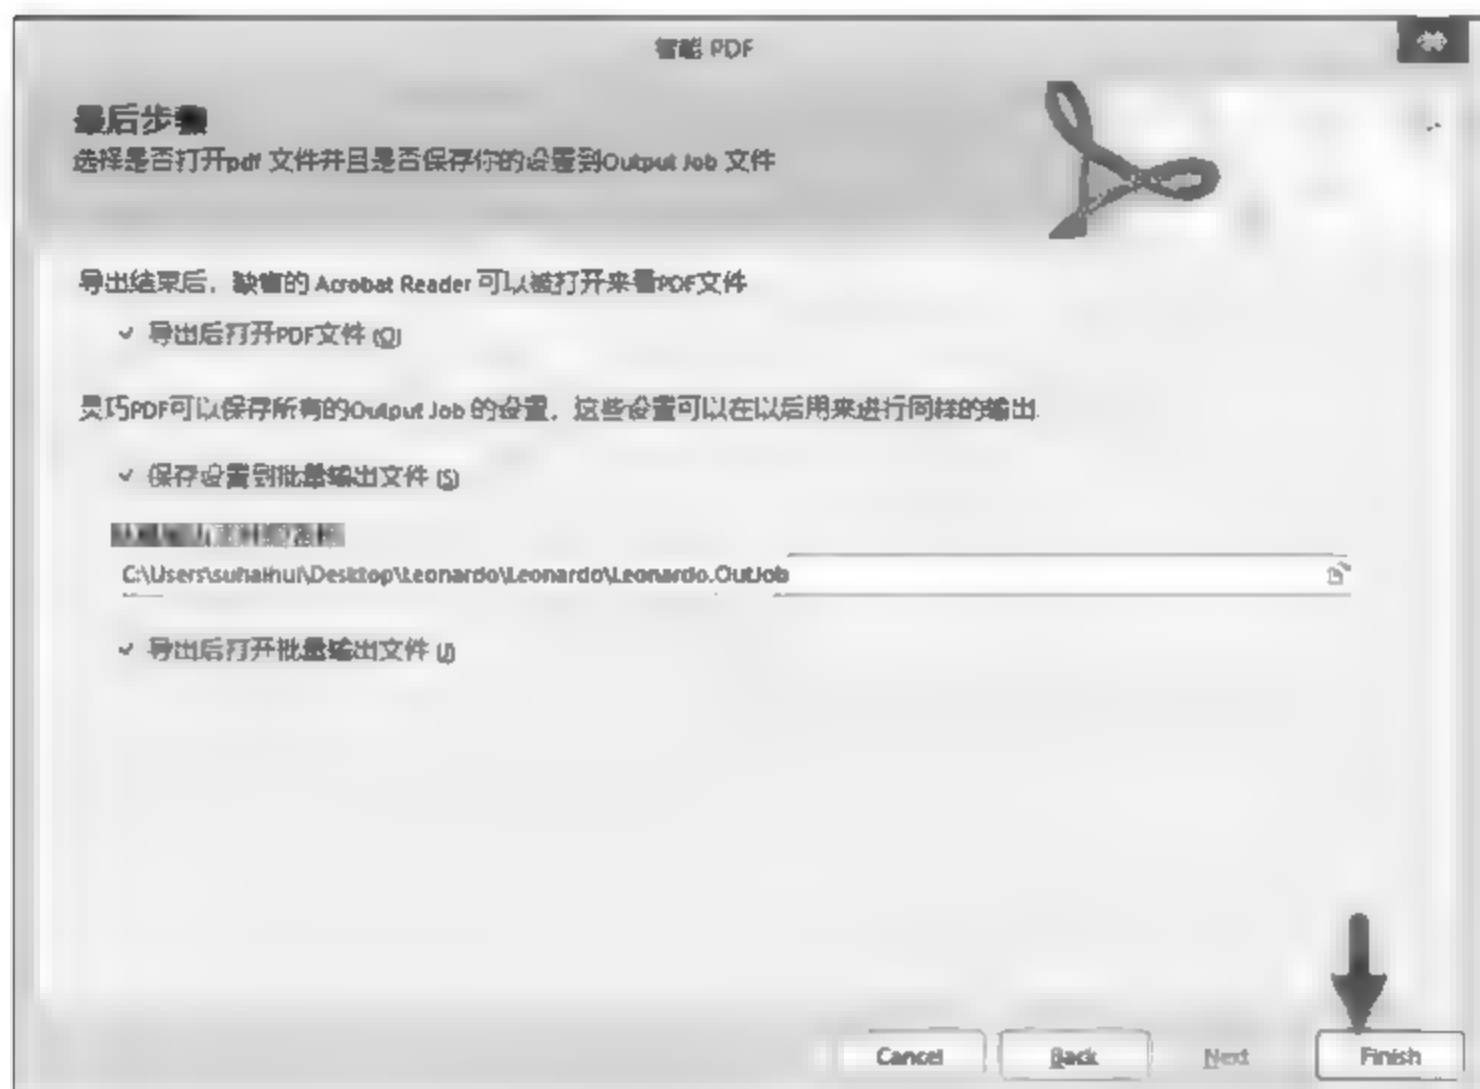

图 6-35 完成 PDF 文件输出
(14) 在弹出的“最后步骤”界面中选择是否保存设置到 Output Job 文件,此处保持默认,单击 Finish 按钮完成 PDF 文件的输出,如图 6-35 所示。